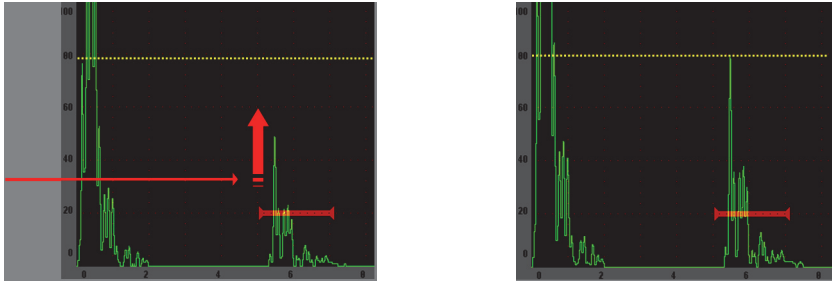

Figura 2-8 Utilizzo della funzione AUTO-XX%
- Premendo i tasti **[2NDF]**, **(AUTO XX%)** si attiva la funzione **AUTO XX%**, la quale regola automaticamente il guadagno per definire l'ampiezza dell'eco nella porta al **XX%** dell'altezza dello schermo intero (il valore predefinito per **XX** è **80%**) [vedi Figura 2-8 alla pagina 37].